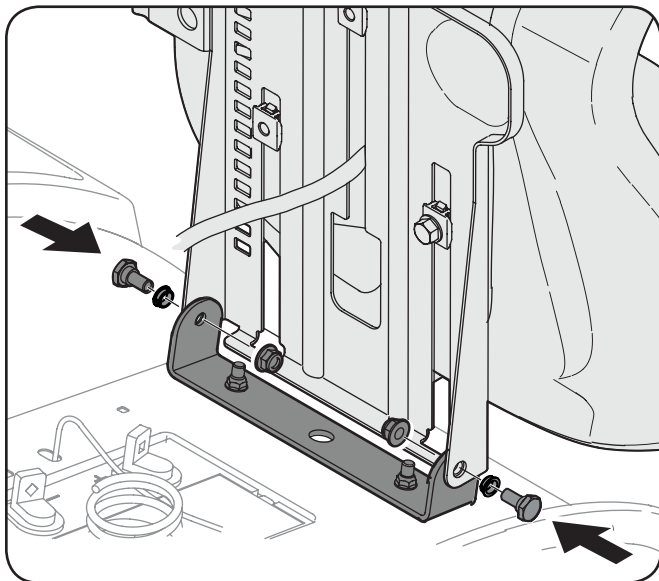

Figura 3-3
3. Gire el asiento en su posición y asegure el asiento en su lugar con los tornillos de pivote retirados anteriormente , cojinetes de brida y tuercas de fijación de la brida. Tenga cuidado de no doblar o dañar el mazo de cables al instalar el asiento. Vea la Figura 3-3.